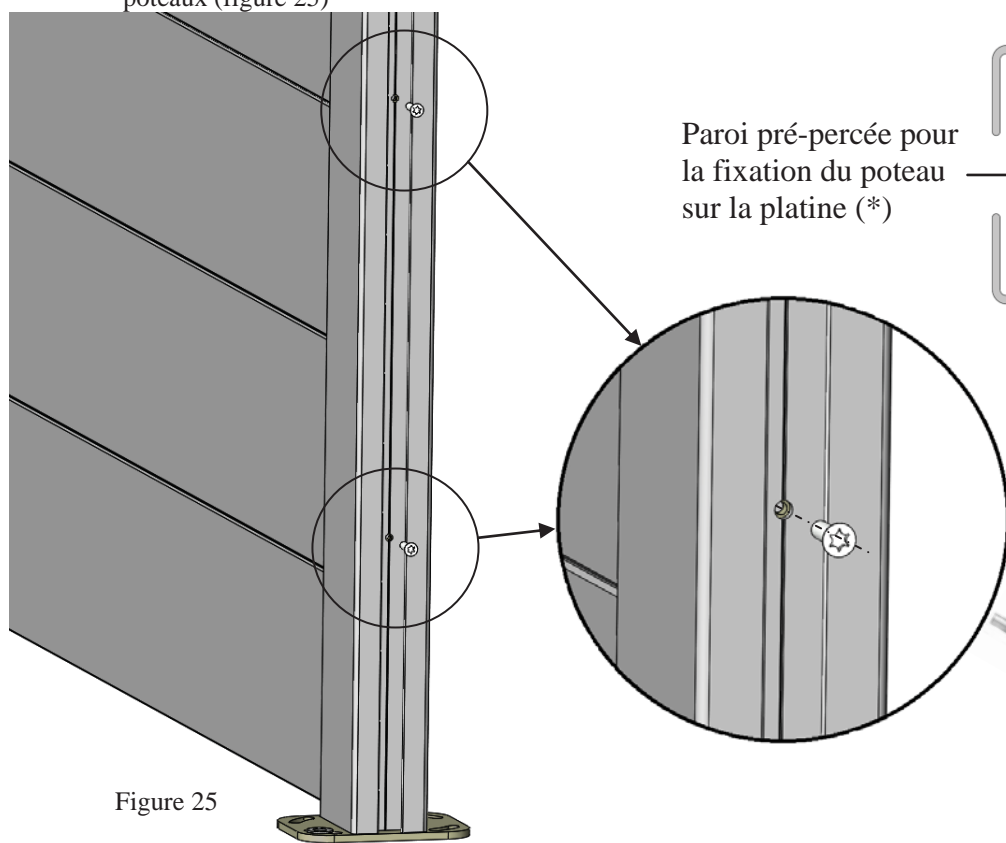

Figure 25
-Fixer les poteaux sur les platines en vissant les x2 vis tête fraisée M5x16 dans les perçages prévu sur les poteaux (figure 25)